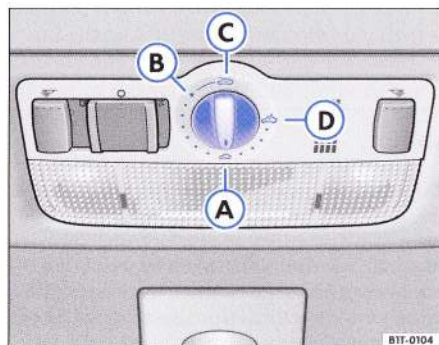

Fig. 34 Plafonul: Comutator rotativ pentru trapa/plafonul glisant.
- Rotiți comutatorul în poziția ⇒ fig. 34 B. Plafonul se deschide în poziția confort, în care zgomotele provocate de vânt sunt minime.